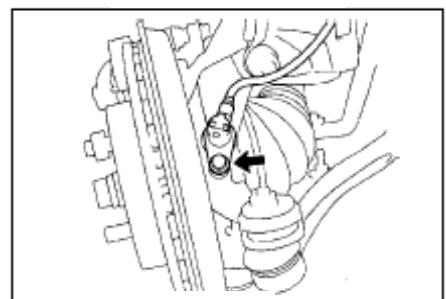

Рис. 119
- (2) Открутите болт и отделите левый передний датчик скорости автомобиля от поворотного кулака(рис. 119)